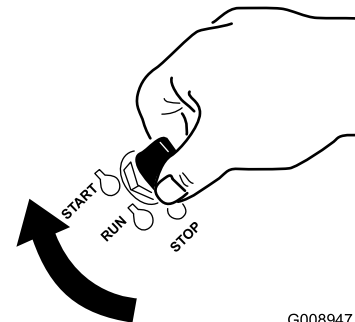

Bild 15
1. Drehen Sie den Zündschlüssel auf die Start-Stellung (Bild 15). Lassen Sie den Schlüssel los, sobald der Motor anspringt.